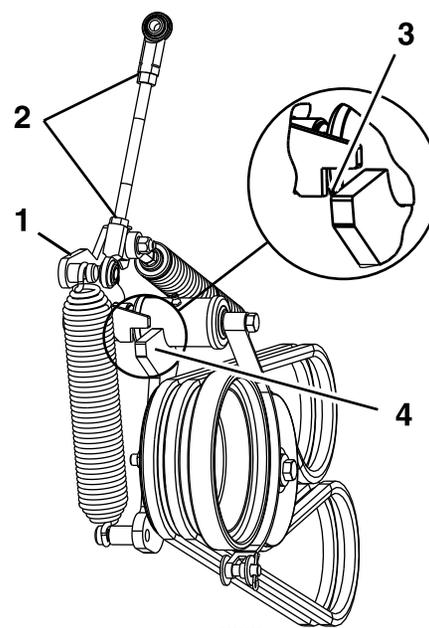

Рисунок 61
12. Ослабьте контргайки и отрегулируйте рычажный механизм так, чтобы верхняя часть рычага натяжного ролика была совмещена с нижней частью выемки на натяжном рычаге, как показано на Рисунок 61.